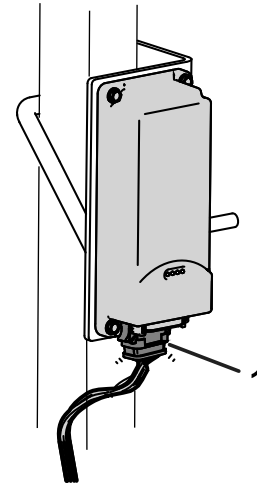

Figura 7
3. Instale el conector marcado P02 del arnés de cables de la telemática en el dispositivo telemático (Figura 7).